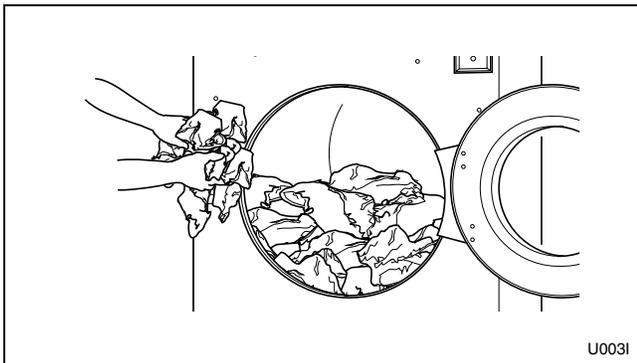

Figura 6
3. Cargue según la capacidad siempre que sea posible. **NO LA SOBRECARGUE.** Consulte la *Figura 6*.